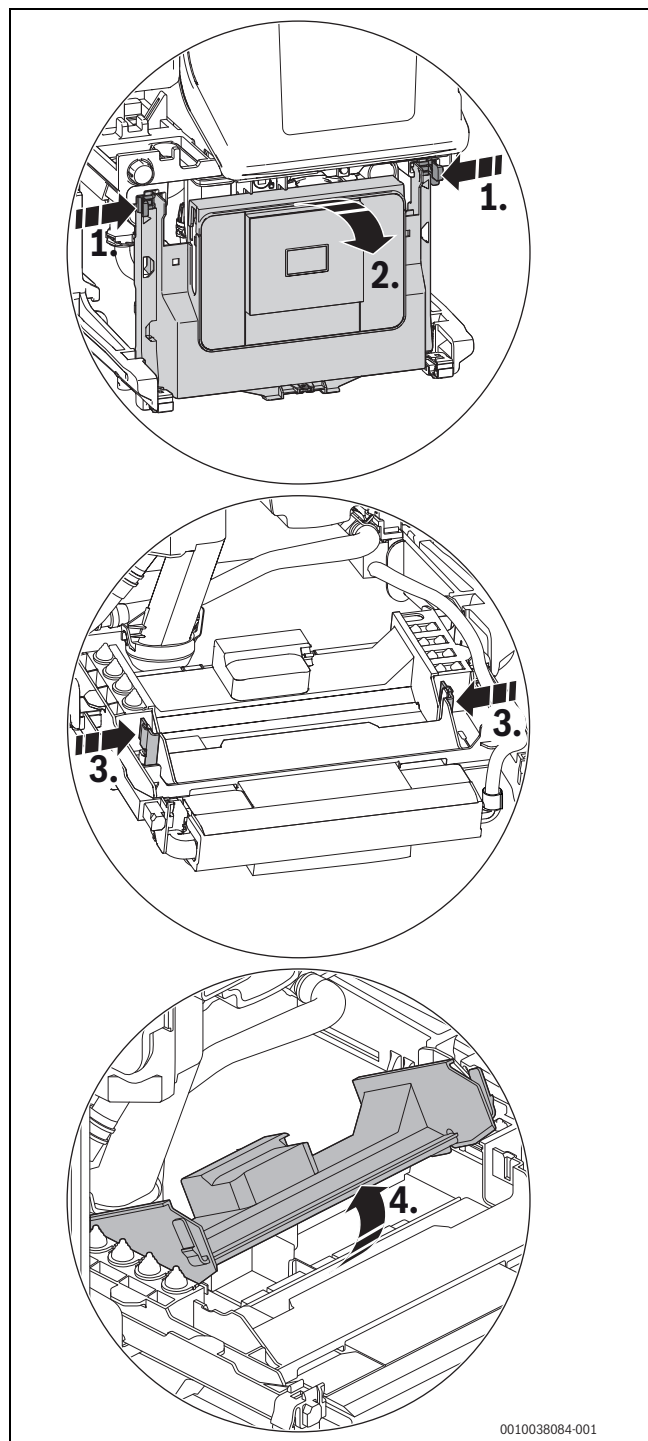

Fig. 63 Ouvrir le cache
► Rabattre l'appareil de commande (→ Figure 63, page 38).